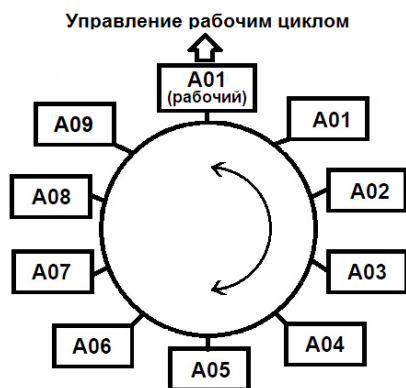

Рис.19
20.1 Схема расположения алгоритмов в памяти модуля показана на рис.19.
Типовые алгоритмы находятся в архивном хранилище, доступ к ним выполняется по кругу. Рабочий алгоритм, по которому осуществляется работа, находится в оперативной ячейке памяти А00, которой присваивается номер записанного в неё типового алгоритма (на рис.19 это А01).